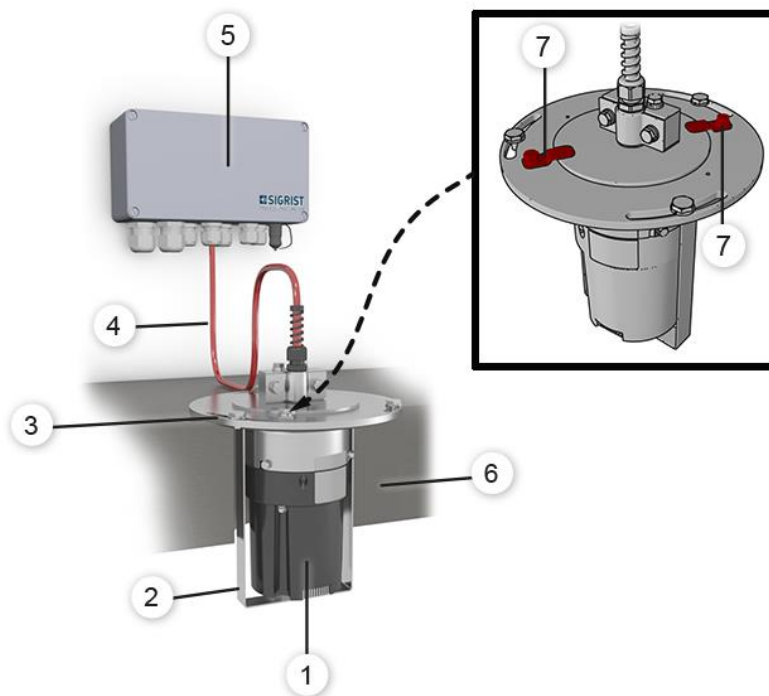

Abbildung 8: Zwischendeckenmontage
2.	Das Montage-Set mit vormontiertem Fire-Guard 2 am Befestigungsflansch (Abbildung 8, Pos. 3) mit drei Schrauben (Kreise) befestigen. A: Tunneldecke i Die Bohrungen für die Befestigung des Montage-Sets müssen vorhanden sein.
3.	Das Photometer wie folgt ausrichten: 1. Die zwei Befestigungslaschen (Abbildung 8, Pos. 7) lösen. 2. Das Photometer in Fahrtrichtung ausrichten. i Die Markierung (X) muss zur Strömungsrichtung (Y) des Tunnels ausgerichtet sein. 3. Die zwei Befestigungslaschen (Abbildung 8, Pos. 7) wieder festziehen.